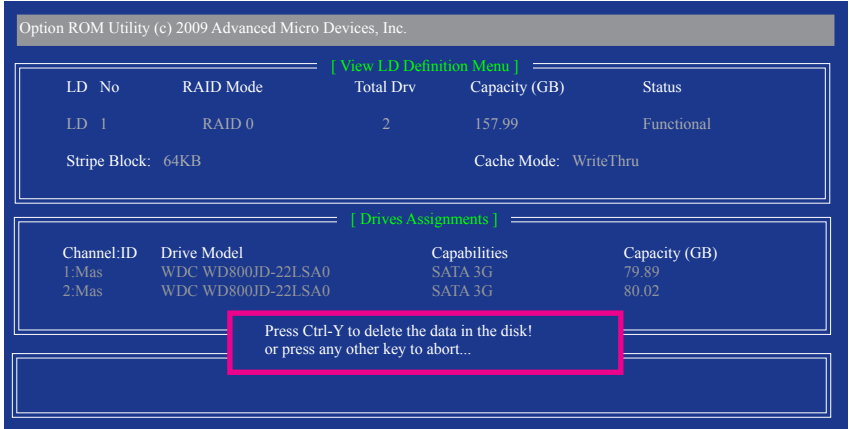

图9
- 2. 之后您将进入如图9所示的“View LD Definition Menu”窗口。在此窗口里，您可以看到包含在此磁盘阵列中的磁盘成员。若您确定要删除该磁盘，请按<Ctrl> + <Y>键或按任意键取消。